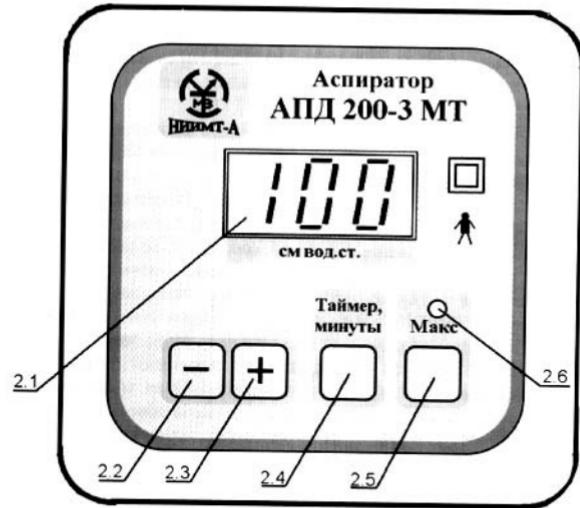

Рисунок 2 – Внешний вид крышки вакуумной установки
1.4.1.7 На крышке корпуса ВУ (рисунок 2) расположены:
2.4.1 Кнопки управления и индикация ВУ расположены на лицевой панели (крышки), рисунок 2. Нажатие кнопок сопровождается коротким звуковым сигналом.